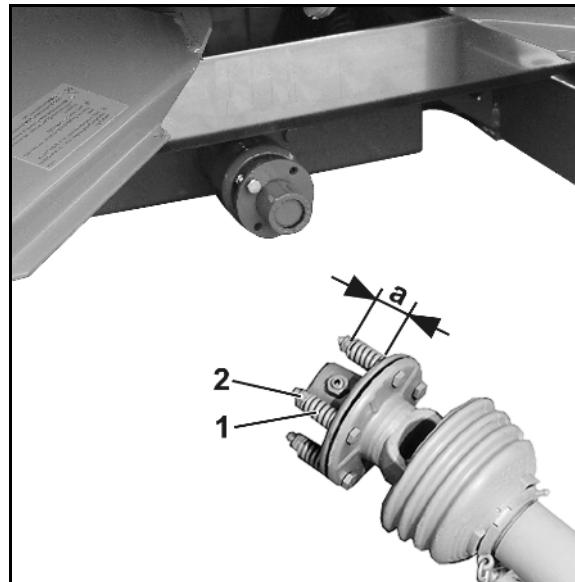

図 97
2. プロペラシャフト(図97/2)の接続ヨーク(図97/3)にある潤滑ニップル(図97/1)を外してください。
3. プロペラシャフトのヨークフランジとギアボックス入力軸のフランジの間のせん断ボルト(図97/4)を取り外します。